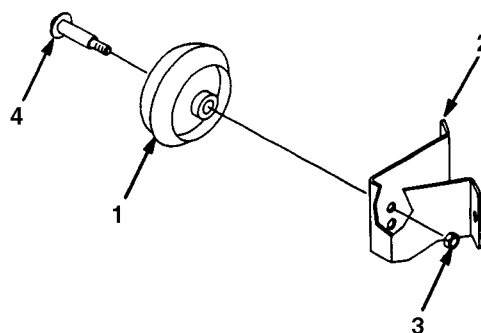

Figure 7
2. Utiliser le trou supérieur pour hauteur de coupe la plus basse et le trou inférieur pour des hauteurs hauteur de coupe plus élevée (Fig. 7).